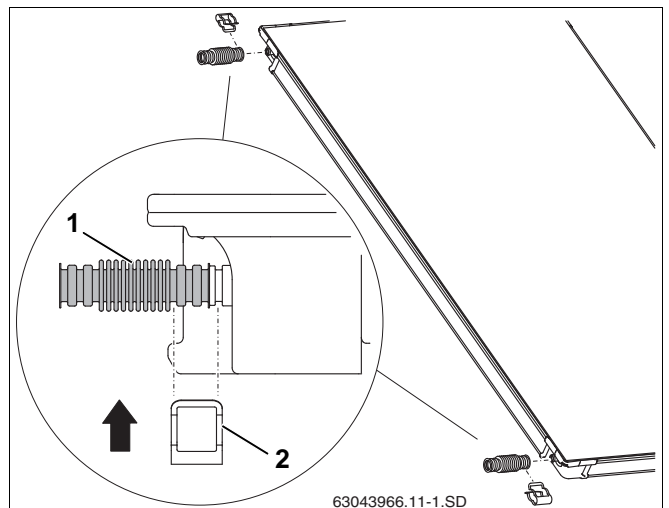

Fig. 48 Montering af forbinder til flexrør på første solfanger
- ▶ Sæt forbinderne til flexrør (fig. 48, **pos. 1**) på den første solfangers venstre tilslutninger.
- ▶ Sæt klemmen (fig. 48, **pos. 2**) til sikring af tilslutningen over forbinderen til flexrør og solfangertilslutningen.